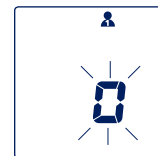

Figura 2
- Una volta eseguito il bilanciamento rispetto alla pressione barometrica (Figura 2), inizia il procedimento automatico di gonfiaggio. Il bracciale viene gonfiato fino alla pressione necessaria per la misurazione.